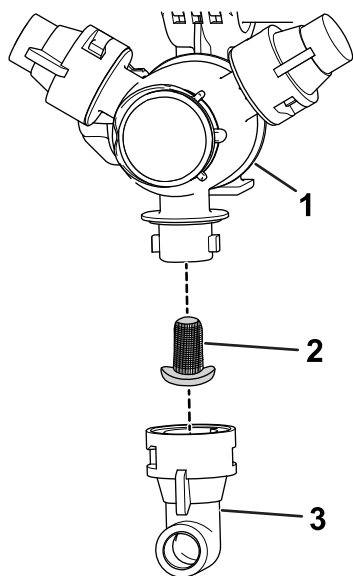

Figura 24
2. Rimuovete l'ugello dalla torretta di irrorazione (Figura 24).
3. Rimuovete il filtro dell'ugello (Figura 24).
5. Montate il filtro dell'ugello (Figura 24).
6. Montate l'ugello sulla torretta di irrorazione (Figura 24).